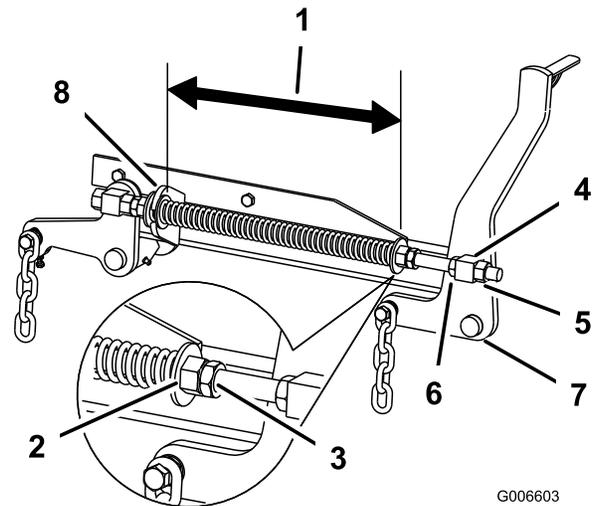

Figura 75
2. Compruebe la distancia entre las dos arandelas grandes, que debe ser de 29,2 cm (11-1/2 pulg.) (Figura 75).
3. Ajuste esta distancia aflojando la contratuerca elástica y girando la tuerca que está delante de cada muelle (Figura 75). Gire la tuerca en el sentido de las agujas del reloj para acortar el muelle y en el sentido contrario a las agujas del reloj para alargar el muelle.
4. Fije la tuerca en la posición deseada apretando la contratuerca elástica (Figura 75).